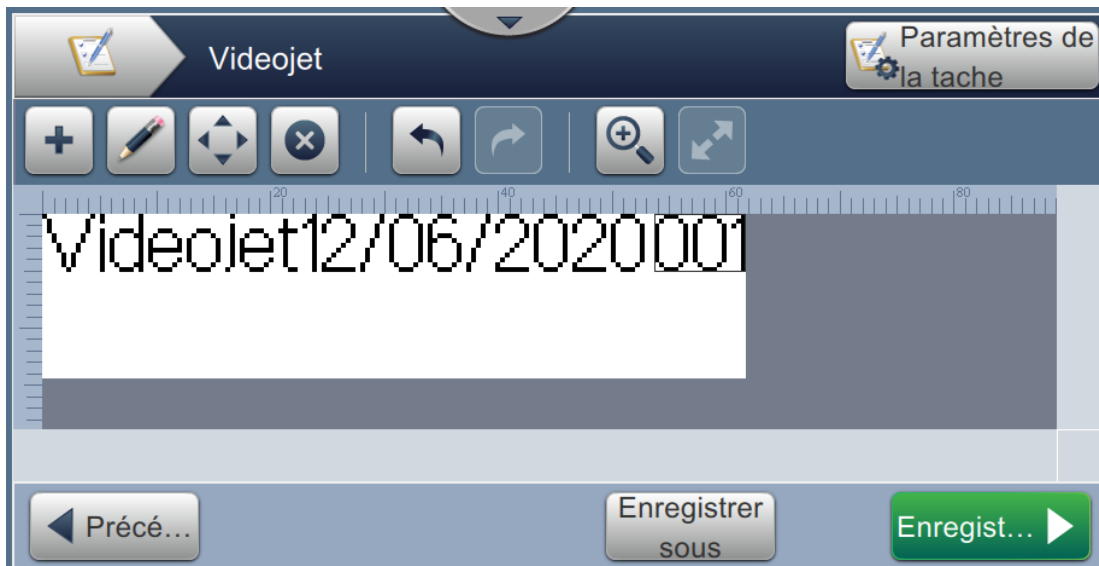

Figure 5-19 : Exemple de message
La section ci-dessous décrit la création d'une nouvelle tâche (telle qu'illustré dans la Figure 5-19) qui se compose des champs suivants :
- Sélectionnez le champ et faites-le glisser ou servez-vous du bouton  pour le déplacer jusqu'à l'emplacement souhaité, tel qu'illustré dans la Figure 5-19, page 5-39.
22. Sélectionnez le champ et faites-le glisser ou servez-vous du bouton  pour le déplacer jusqu'à l'emplacement souhaité, tel qu'illustré dans la Figure 5-19, page 5-39.
30. Sélectionnez le champ et faites-le glisser ou servez-vous du bouton  pour le déplacer jusqu'à l'emplacement souhaité, tel qu'illustré dans la Figure 5-19, page 5-39.